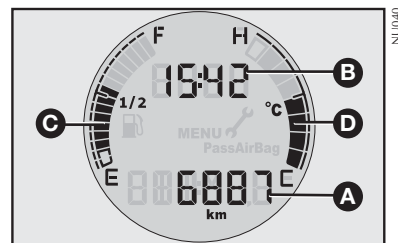

fig. 29
## INFORMAÇÕES NO DISPLAY - fig. 29
- Relógio (B-fig. 29).
- Hodômetro total (A-fig. 29).
- Indicação do nível de combustível (C-fig. 29).
- Indicação da temperatura do líquido de arrefecimento do motor - D-fig. 29.